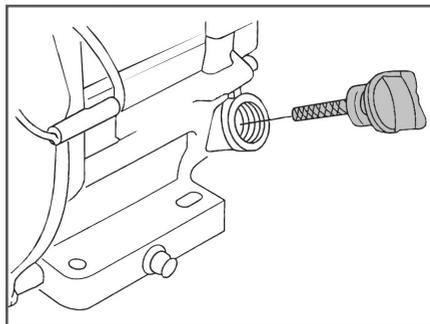

Рис. 22. Крышка-щуп маслозаливной горловины
2. Открутите крышку-щуп маслозаливной горловины и извлеките щуп (Рис. 22).
2. Выкрутите крышку-щуп маслозаливной горловины и извлеките щуп (Рис. 22).